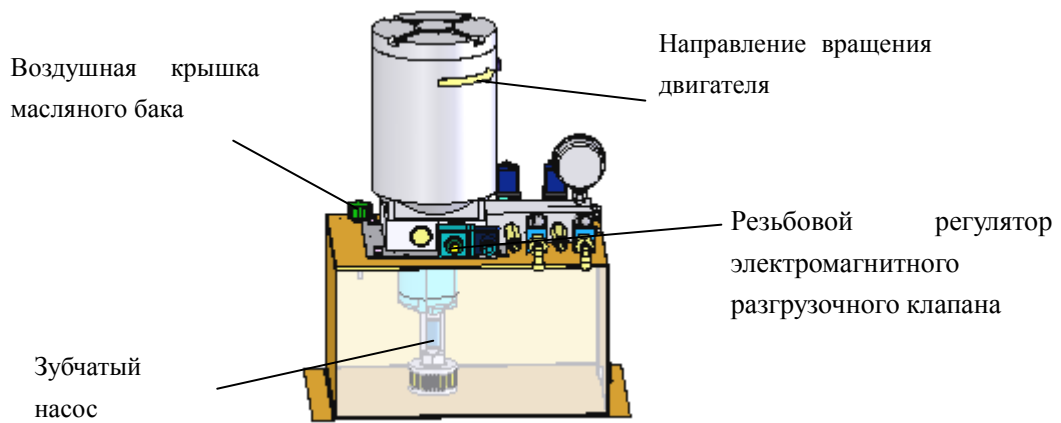
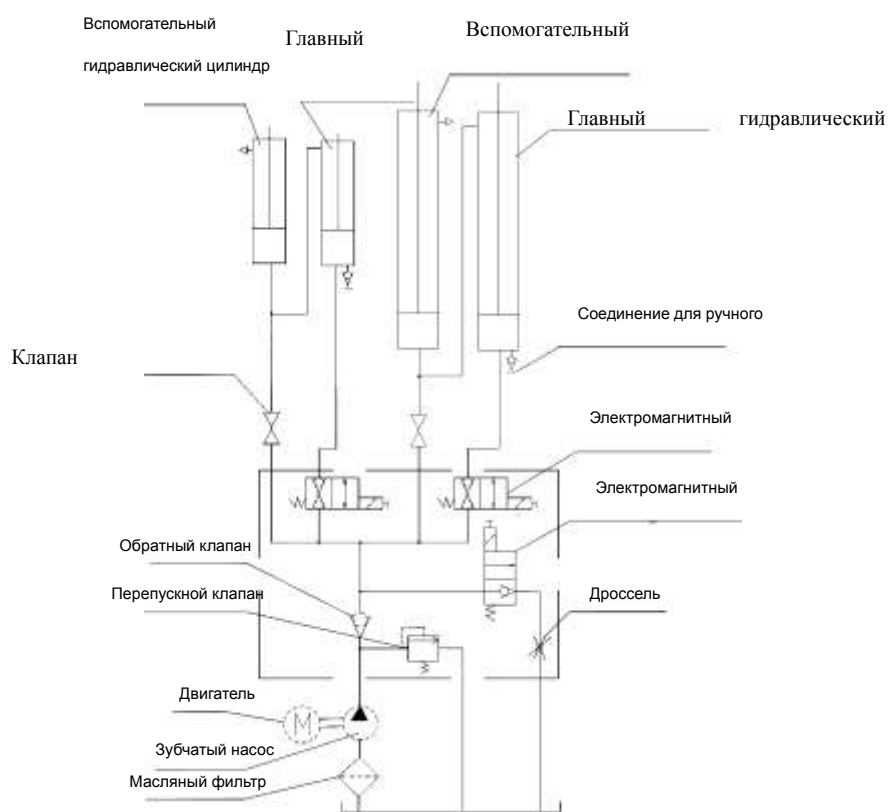

Рис. 8 Гидравлический насос
Рис. 9-2 Принципиальная схема гидравлической системы
6.1. Гидравлическая система установлена в пульте. Если вы откроете дверцу пульта, вы сможете увидеть насосную систему (см. рис. 8). Подсоедините двигатель, интегрирующую схему, клапаны и цилиндры, как показано на рис. 9-2. На рис. 9-2 представлен принцип устройства гидравлической системы. Отрегулируйте дросселирующий клапан, чтобы изменить давление системы, которое было установлено на заводе, и грузоподъемность.